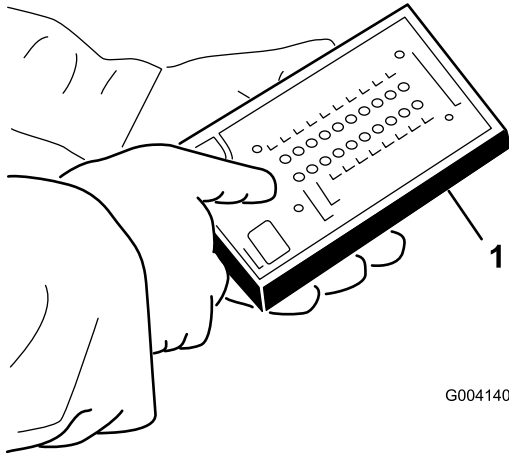

Figura 38
5. Conecte el conector de la pantalla diagnóstica ACE al conector del arnés (Figura 38).